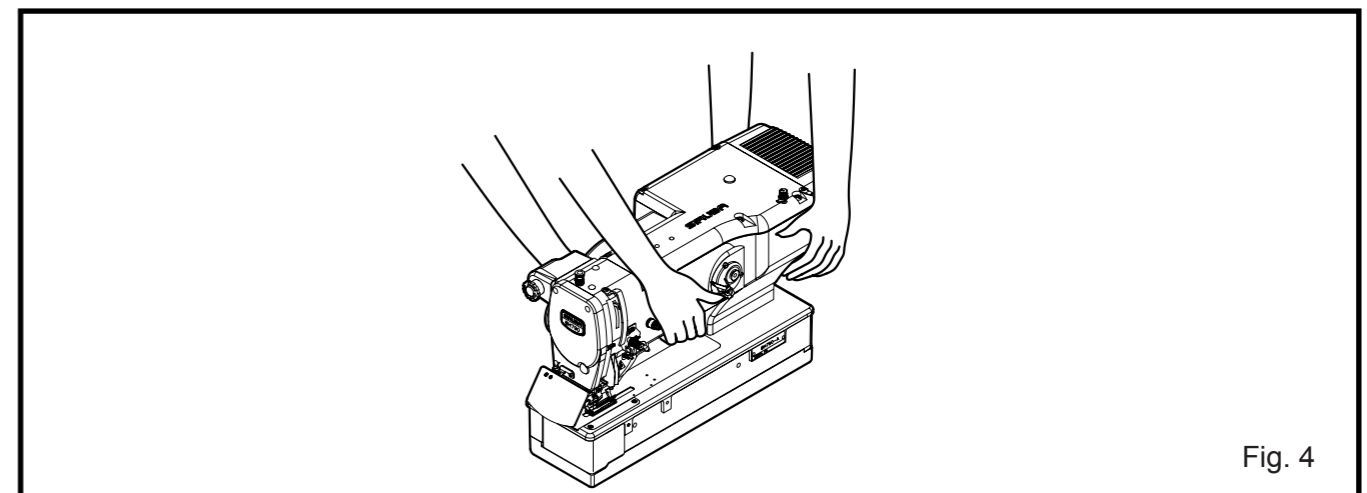

Fig. 4
3. Use sapatos antiderrapantes enquanto movimenta a máquina de costura. (Fig. 4)